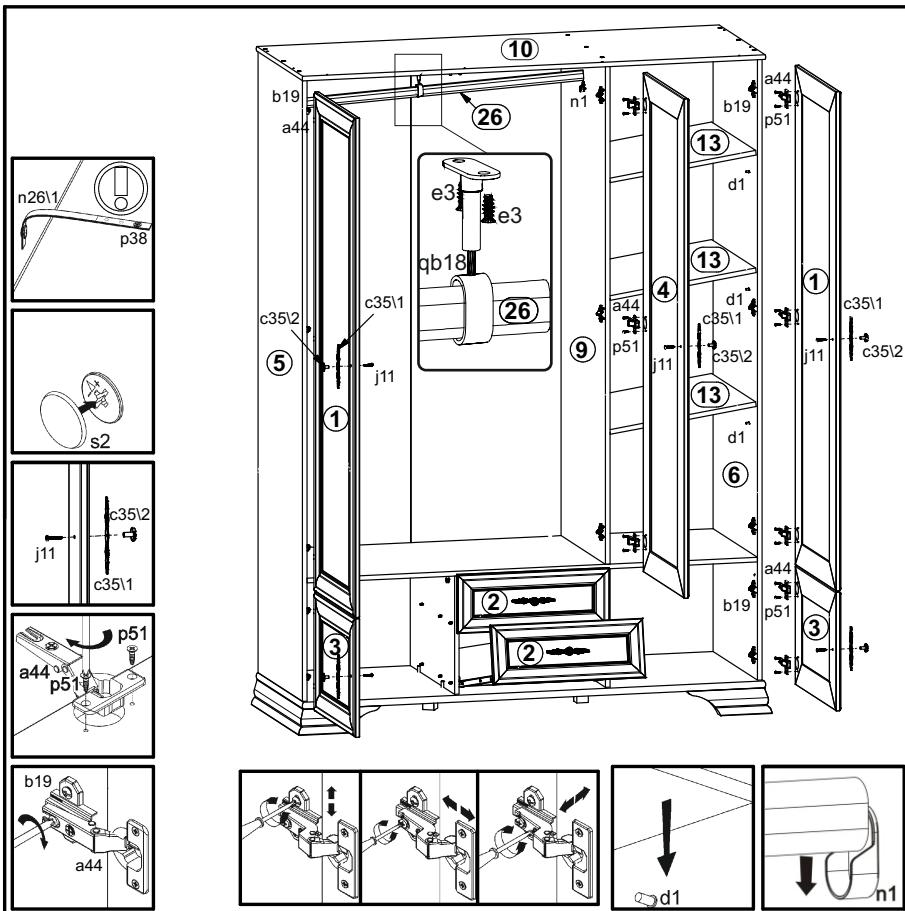

Рисунок 9
24. Положить двери 1, 3, 4 фасадной поверхностью вниз на ровную поверхность и закрепить на них петли шарнирные a44 шурупами p51 (см. рис.9).
25. Навесить двери 1, 3, 4 на корпус шкафа, совместив петли шарнирные a44 с ответными планками петель b19 . При необходимости отрегулировать положение дверей, вращая регулировочные винты (см. рис. 9).
27. Вставить штангу стационарную 26 в опору среднюю штанги qb18 (см. рис. 9).
28. Установить на штангодержатели n1 штангу стационарную 26 (см. рис. 9).
29. Закрепить опору среднюю штанги qb18 винтами e3 к щиту верхнему 10, отрегулировав штангодержатель qb18 по высоте (см. рис. 9).
30. Установить полки переставные 13 на полкодержатели d1 в соответствии с рис. 9.